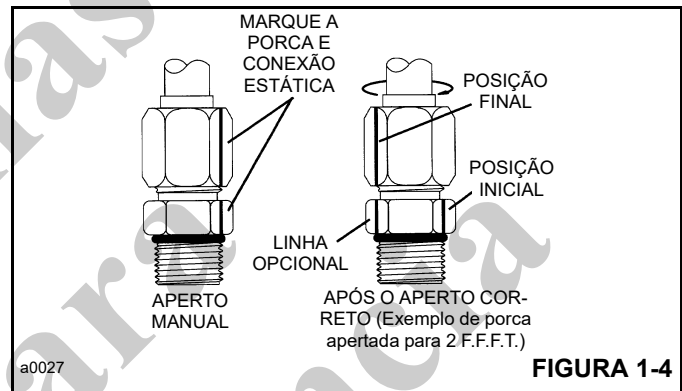

FIGURA 1-4
- Opcionalmente para aperto futuro da mesma conexão: estenda a linha a partir da porca em seu novo local na parte sextavada da conexão ou orifício estático (Figura 1-4).